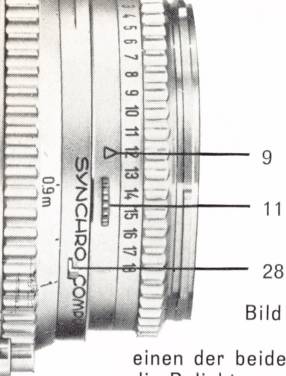

Bild 7
Durch Rückwärtsziehen des Knopfes (11) wird die Blenden/Belichtungszeit-Kupplung gelöst. Schnell und bequem lässt sich einstellen, wenn die rechte Seite der Kamera nach oben gedreht wird. Dann liegen sowohl der Belichtungsmesser als auch die Lichtwertzahlen im Blickfeld. Der Messwert lässt sich direkt auf die entsprechende Lichtwertzahl an der Einstellmarke (9) (s. Bild 7) übertragen. Das Ergebnis ist eine Reihe von Zeit-Blenden-Kombinationen, welche alle die gleiche Belichtung ergeben (s. Bild 9).